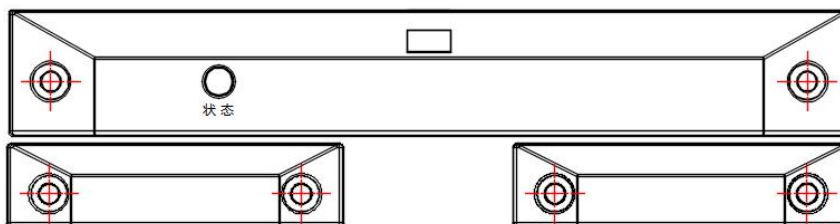
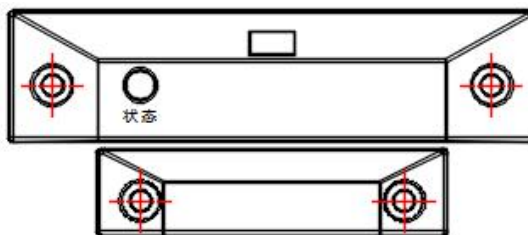

图 1 JF-FH2-M5 安装示意图
图 2 JF-FH2-M4 安装示意图
- 如应用于双门，则将 JF-FH2-M5 主体部分固定到门框下沿位置，两个门磁开关磁铁端 JF-MKS-DM 固定到左右门扇上沿位置，磁铁端应尽量靠近门磁开关的主体部分。（如图 1 所示）
- 如应用于单门，则将 JF-FH2-M4 主体部分固定到门框下沿位置，门磁开关磁铁端 JF-MKS-DM 固定到门扇上沿位置，磁铁端应尽量靠近门磁开关的主体部分。（如图 2 所示）
- ◆ 当常闭门处于正常关闭状态时，门磁开关主体部分与磁铁端相互靠近，并符合图 1 或图 2 的布置条件时，防火门监控器显示常闭门正常。